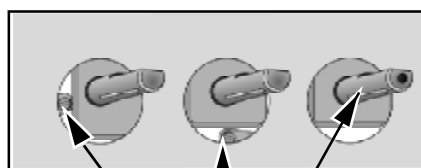

Рис. 13
- Тонкой отверткой отрегулируйте положение винта обводного клапана (рис. 13). При переходе от природного газа к балонному затяните этот винт, поворачивая его по часовой стрелке до тех пор, пока не получите ровное слабое пламя.